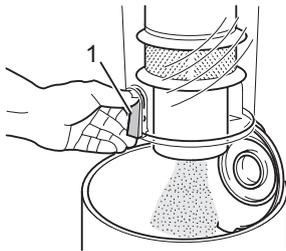

Abb. 21
4. Drücken Sie die Öffnungstaste (Abb. 21/1). Der Boden öffnet sich und der Staub rieselt in den Mülleimer.